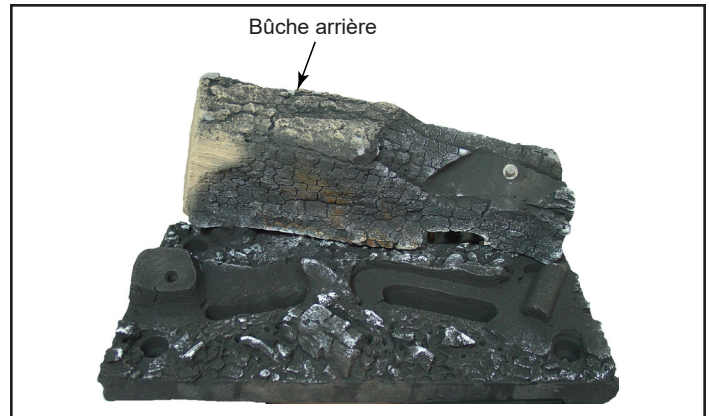

Figure 3.60 – Bûche arrière
2. Installez la bûche arrière en faisant correspondre l'encoche située au bas de la bûche et la saillie à l'arrière gauche du lit de braises. La découpe en bas à droite est un dégagement pour la veilleuse (figure 3.60). Poussez doucement sur le côté droit de la bûche jusqu'à ce qu'elle touche l'arrière du foyer, puis tirez doucement vers l'avant jusqu'à ce qu'elle soit bien en place.